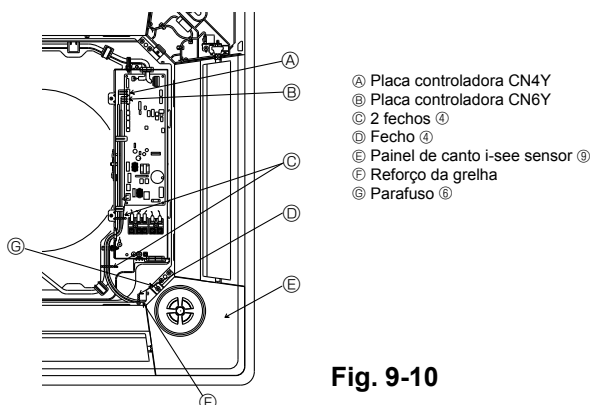

Fig. 9-10
- ④ Tubagem de refrigerante da unidade principal
- ⑤ Tubagem de drenagem da unidade principal
- ⑥ Posição do painel de canto quando enviado da fábrica (logotipo incluso).
- ⑦ Posição das alavancas na grelha de admissão quando enviada da fábrica.
- ⑧ Receptor (apenas no painel PLP-6BALM, PLP-6BALME)
- ⑨ i-see sensor (apenas no painel PLP-6BAE, PLP-6BAMDE, PLP-6BALME)
9.6. Instalação do painel de canto i-see sensor (Fig. 9-10)